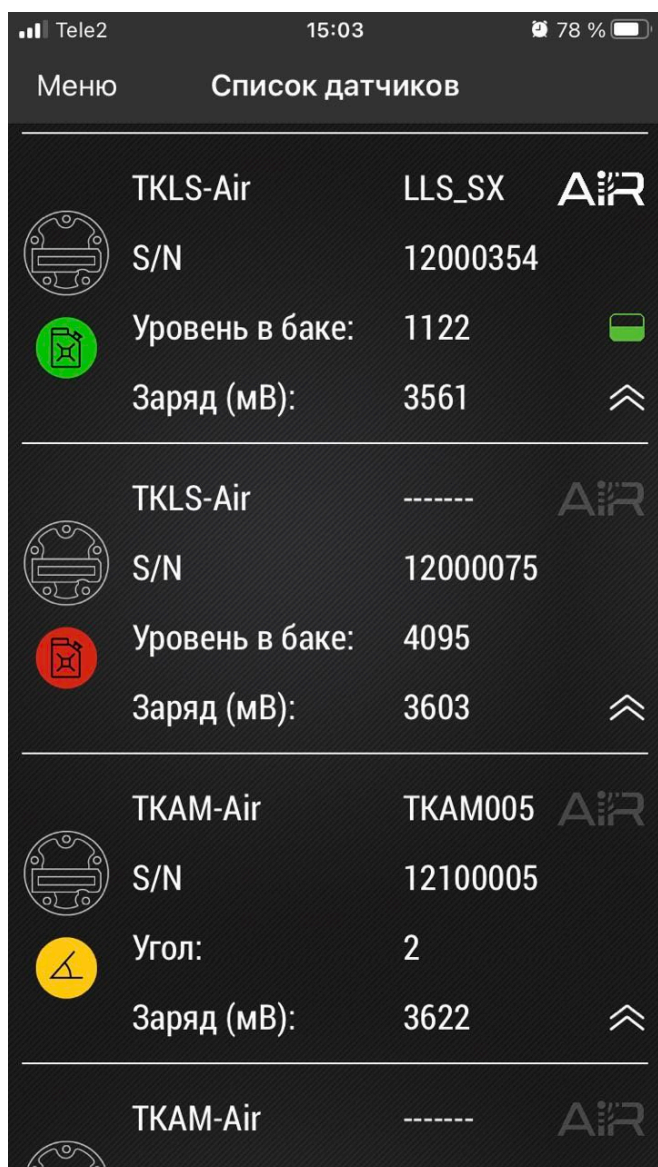

Рис.12. Индикатор AIR в мобильном конфигураторе.
- Для изменения параметров работы датчика, находящегося в режиме «Работа» мобильном конфигураторе в списке датчиков кликните на этот датчик (должен присутствовать яркий белый значок AIR) (Рис.12).